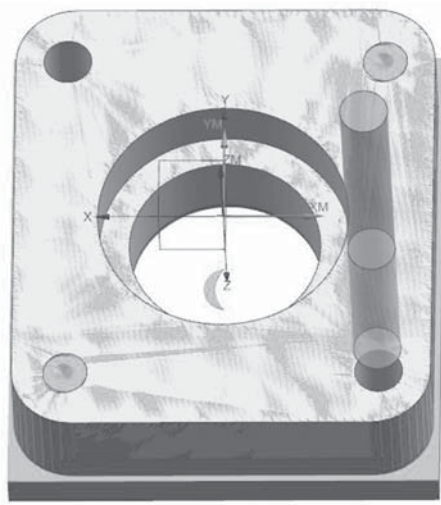

图 4-2-17 仿真加工
④单击“刀轨设置”对话框中的 (进给率和速度) 图标,进入“进给率和速度”对话框,在“主轴速度”区域中,勾选 图标,在文本框中填入 800,在“进给率”区域中的“切削”文本框中填入 80,单击 图标进行计算,单击“确定”按钮返回“钻孔”界面。
⑤单击“操作”区域中的 图标进行计算,再单击 图标,进入“刀轨可视化”对话框。单击“3D 动态”图标进行 3D 仿真操作,把“动画速度”调整到 2,便于观察。单击 图标进行仿真,如图 4-2-17 所示。确认无误后,单击两次“确定”按钮后完成工序创建。